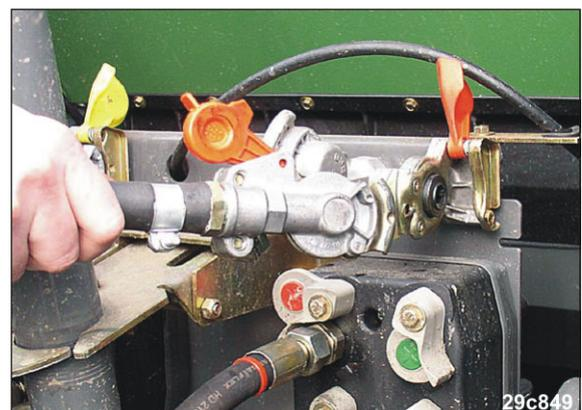

Fig. 137
2. Lösen Sie den Kupplungskopf (Fig. 137) der Vorratsleitung (rot).